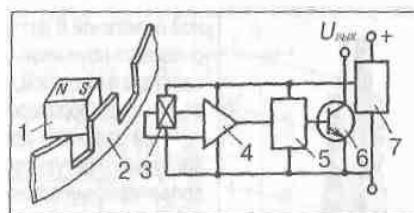

Рисунок 23.1 – Схема датчика импульсов напряжения (датчика Холла)
1. Внимательно прочтайте учебный материал, сопоставляя содержание текста со схемой (Рисунок 23.1).